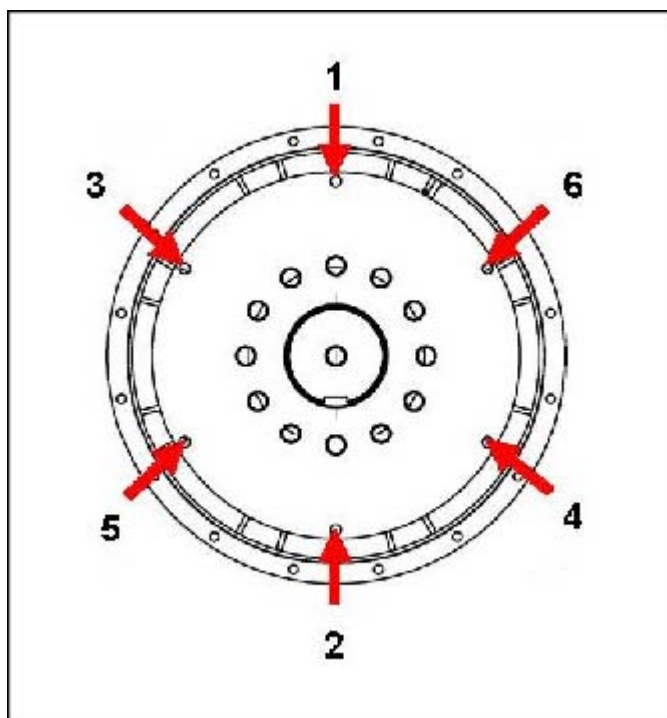

图 16. 飞轮固定顺序
10. 按照所示顺序拧紧螺栓以将耦合盘固定到飞轮上 图 16 在第 xx 页 27